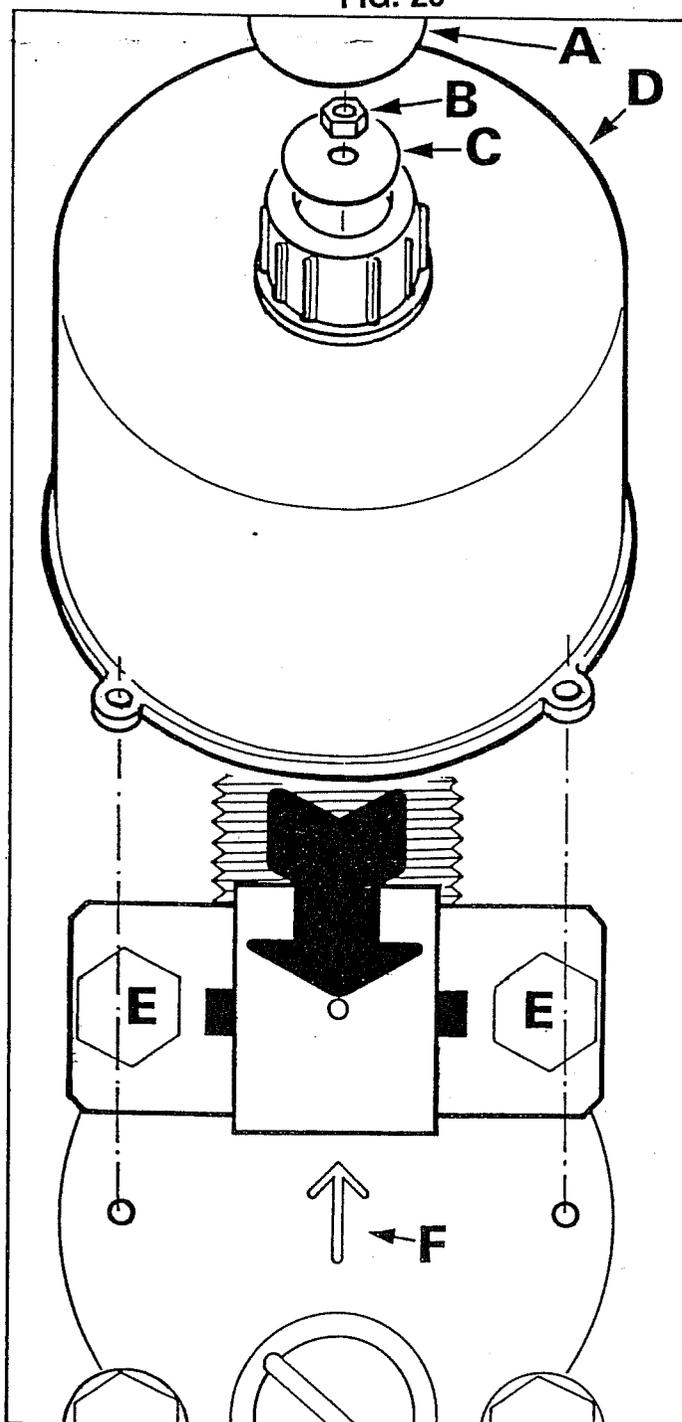

FIG. 22
### Demontering af spolekerne (fig. 22):
### Samling (fig. 22):
**Bemærk:** De hydrauliske forbindelser. Forbind væskeindløb og -udløb som vist med pil F (fig. 22).